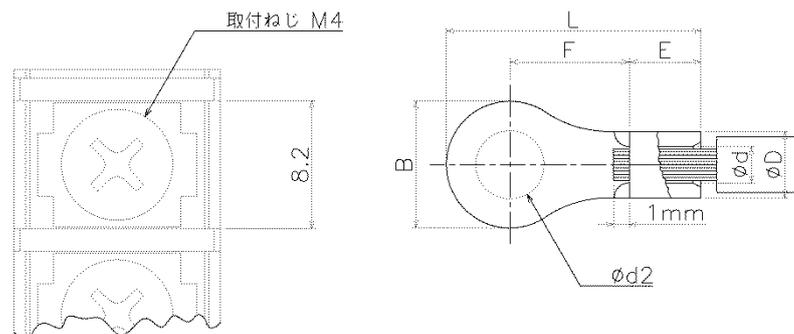

図 2.6c 圧着端子の例
- ・端子台の幅は 8.2mm,取付ねじは M4 ですので、図 2.6c のような丸形の端子でしたら $B < 8.2\text{mm}$ かつ $d2 > 4\text{mm}$ の圧着端子をご用意ください。
- ・端子の種類や形によって剥く寸法は異なります。各種端子の取扱い説明書に従って下さい。図 2.6c は丸形の裸圧着端子の場合の例です。